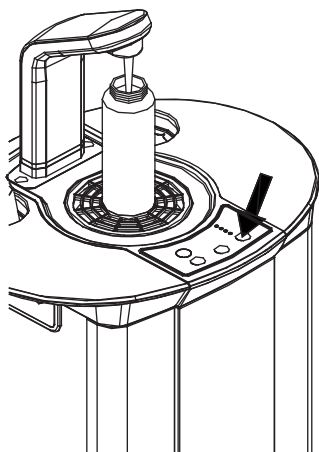

Рис. 9
1. После подключения к трубопроводу баки начинают наполняться водой. Теперь диспенсер может быть подключен к электрической сети. Попробуйте нажать на кнопки холодной и горячей воды и проверьте, поступает ли вода (рис. 9). Баки должны быть наполнены водой строго в соответствии с процедурой, описанной ниже.